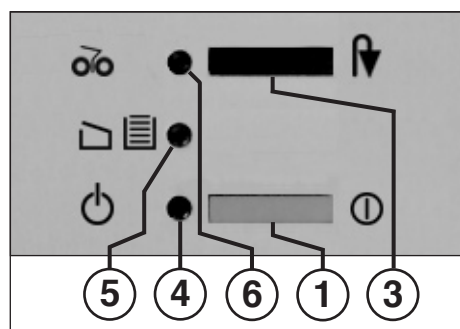

fig. 1
1 = Trykkontakt (fig. 1)
3 = Trykkontakt „tilbage“ (fig. 1)
4 = Kontrolindikator „driftsklar“ (fig. 1)
„beholder fyldt“ / „dør åben“ (fig. 1)
6 = Kontrolindikator „papirstop“ (fig. 1)
- Maskinen tændes på trykkontakt (1) (fig. 1). Kontrolindikator (4) (fig. 1) tænder.
Når opsamlingsposen er fyldt op, slukker maskinen. Kontrolindikatoren „Opsamlingspose fuld“ (5) (fig. 1) lyser. Opsamlingsposen tømmes på følgende måde:
- Skub skyderammen med opsamlingsposen ind og luk døren. Kontrolindikator (5) (fig. 1) slukker.
Husk at slukke for maskinen om natten (tryk på trykkontakt (1) (fig. 1)).
- Kontrolindikator (6) (fig. 1) tænder.
- Trykkontakt „tilbage“ (3) (fig. 1) betjenes kortvarigt.
- Kontrolindikator (6) (fig. 1) slukker.
Hvis motoren overbelastes, slukker den automatisk. Sluk for maskinen på trykkontakt (1) (fig. 1).